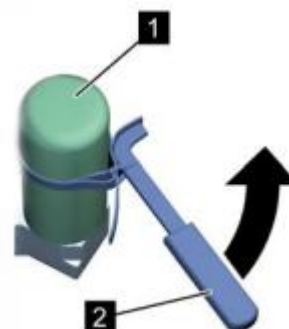

Рис. 41: Отсоединение фильтра тонкой очистки
5. ➤ С помощью ленточного ключа (Рис. 41/2) удалите старый фильтр тонкой очистки (Рис. 41/1).